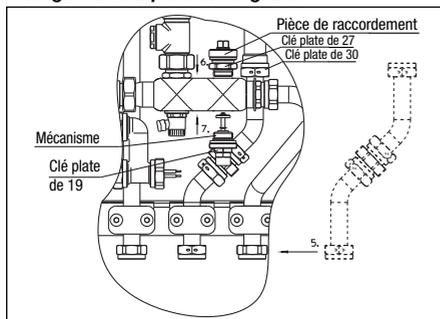

Fig. 5 Montage – 1ère partie
5. Positionner le groupe de tuyauterie dans la station d'appartement «Regudis W-HTU» comme illustré sur la fig. 5 et le resserrer avec les nouveaux joints en serrant tous les écrous d'accouplement solidement. Remonter la partie avant du collier sur le tube et revisser les écrous à l'aide d'une clé six pans de 5 mm.
6. Visser à fond la pièce de raccordement (clé de 27) dans le distributeur par le bas comme illustré sur la fig. 5.